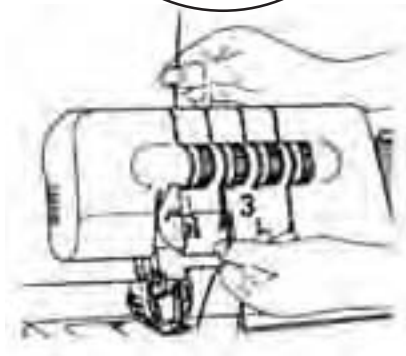

Abb.26
3. Halten Sie den Faden mit den Fingern fest, führen Sie ihn zwischen den Scheiben des Fadenspannungswählers (15) hindurch und ziehen Sie ihn dann nach unten (3) (Abb. 26).